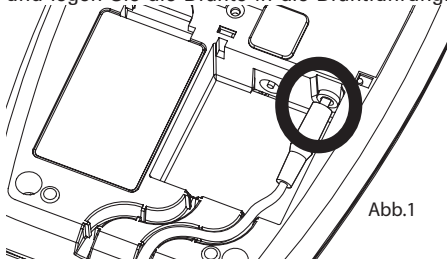

Abb.1
1. Stecken Sie den Anschluss des Vibrationskissens in das Blitzlicht (siehe Abb. 1) und legen Sie die Drähte in die Drahtführung.